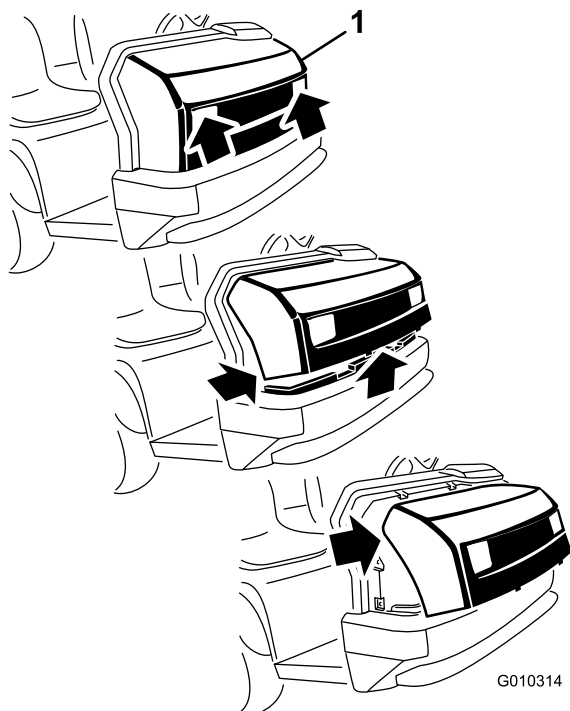

Figura 1
6. Afferrate il cofano dalle aperture dei fari, sollevatelo per sganciare le linguette di montaggio inferiori dalle fessure del paraurti (Figura 1).
7. Ruotate verso l'alto la parte inferiore del cofano in modo da estrarre le linguette di montaggio superiori dalle fessure del telaio (Figura 1).
8. Ruotate in avanti la parte superiore del cofano e scollegate i connettori dei fili dai fari (Figura 1).